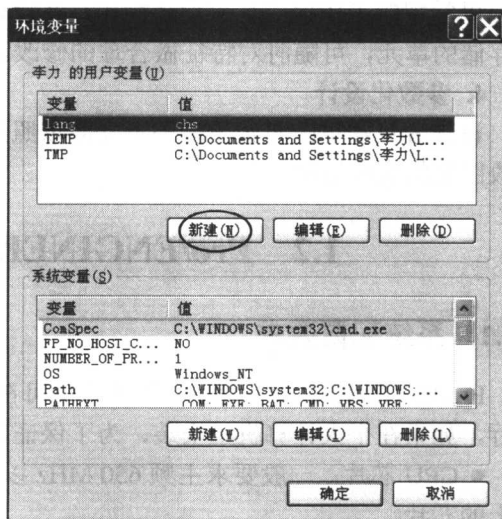

图 1-3 【环境变量】对话框
(3) 在【高级】选项卡中单击【环境变量】按钮打开【环境变量】对话框，如图 1-3 所示。